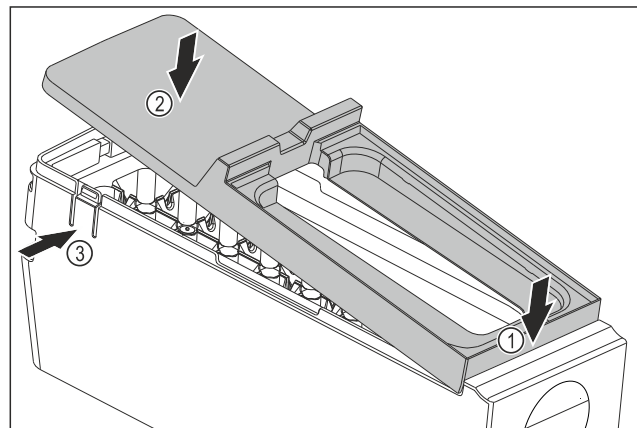

Fig. 133
- ▶ Montați apărătoarea corpului EasyTwist-Ice: Așezați în față apărătoarea Fig. 133 (1)
- ▶ Coborâți în spate apărătoarea Fig. 133 (2)
- ▷ Apărătoarea se fixează în poziție cu zgomot specific în cele două eclise Fig. 133 (3).